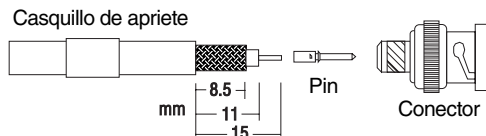

Figura 7: Ensamblaje del Conector de la Antena
- 5 Colocar en el extremo libre del cable el conector BNC, como se muestra en la figura 7.
- Recorte el plástico externo del cable coaxial a 15 mm (tal como se muestra en la figura 7).